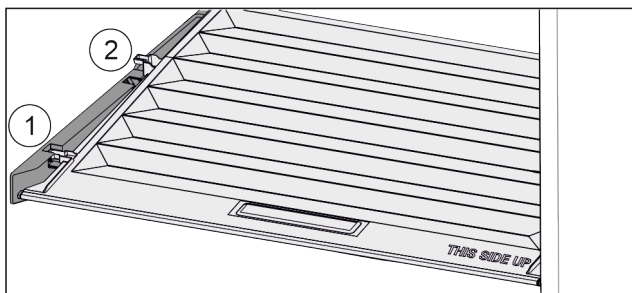

Fig. 142
- ▶ Veko potiahnite dopredu až k otvoru v prídržných dieloch Fig. 142 (1).
- ▶ Vzadu ho nadvihnite zospodu a zložte smerom nahor Fig. 142 (2).